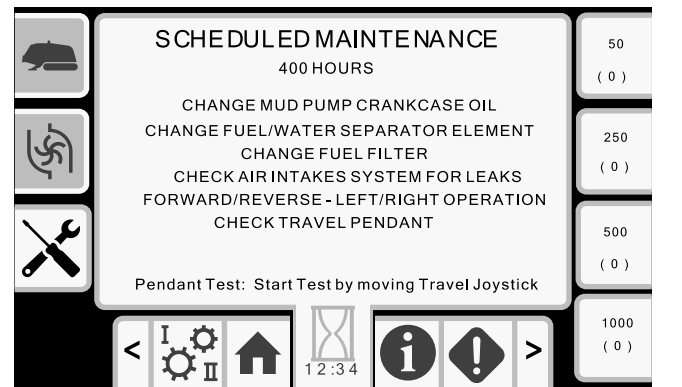

Рисунок 50
- Кнопка 7 — регламент технического обслуживания после наработки 400 часов (Рисунок 50)